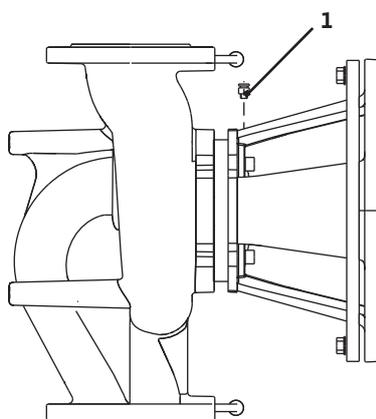

Рис. 17: Клапан для выпуска воздуха
- Клапан для выпуска воздуха (рис. 17, поз. 1) должен всегда указывать вверх.